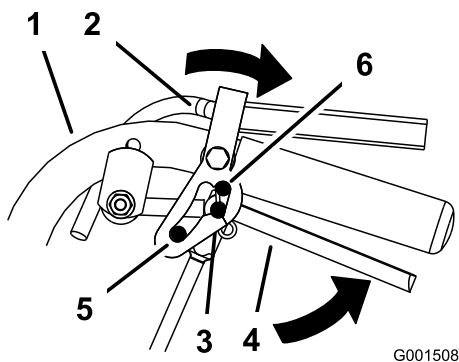

Figure 7
2. Placez les pouces sur la partie supérieure des verrous et ramenez-les en arrière (Figure 7).